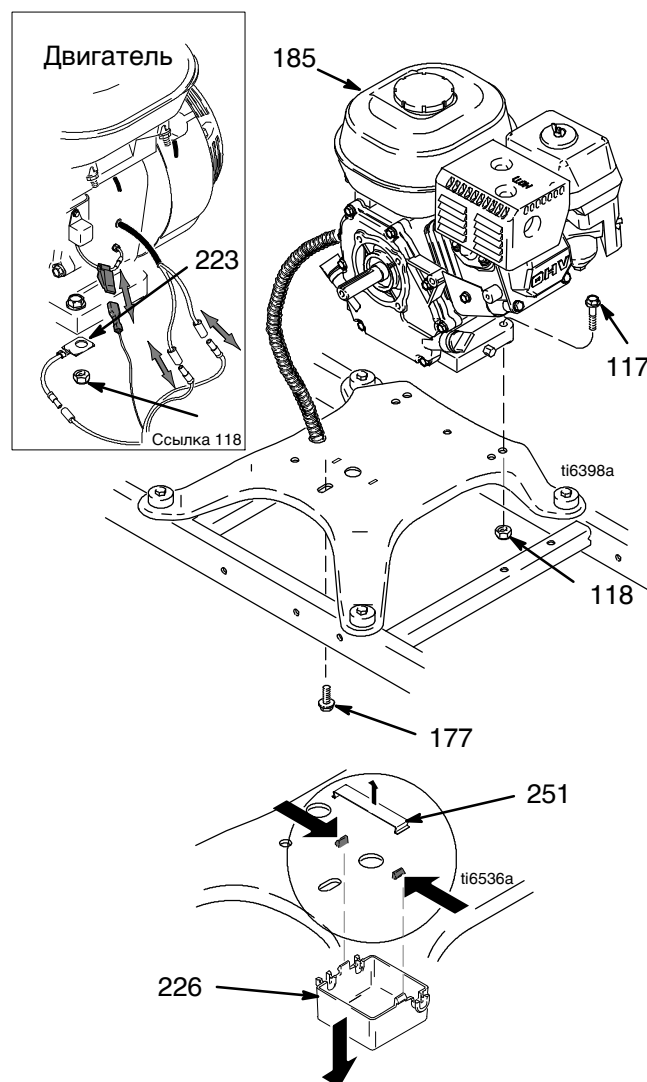

Рис. 12
2. См. Рис. 12. Снимите зажим (251) и распределительную коробку (226).
13. См. Рис. 12. Закрепите распределительную коробку (226) с помощью зажима (251).
4. См. Рис. 12. Выкрутите винт (177). Снимите два винта (117), контргайки (118) и заземляющий провод (230, 260) с основания двигателя (185).
2. См. Рис. 12. Установите два винта (117) и заземляющий провод (223, 260) на основания двигателя, и закрепите их контргайками (118). Затяните их усилием в 27 - 40,7 Нм.